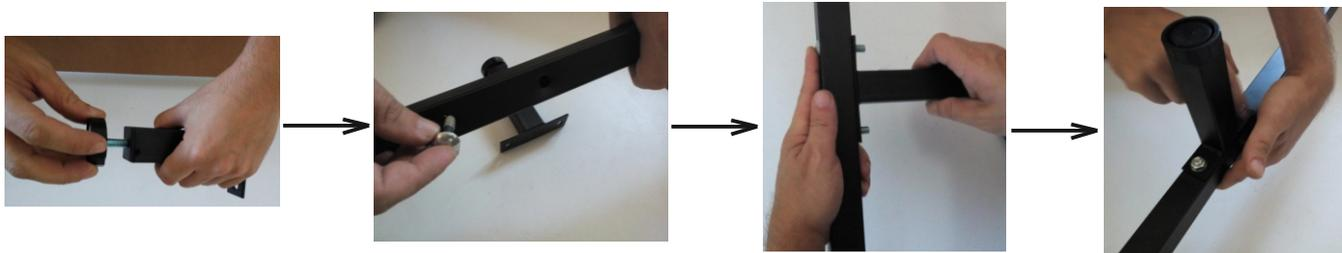

рис. 3
4. Установите опоры для балки (Ф-4) на саму балку (дет. 4) (рис. 3).